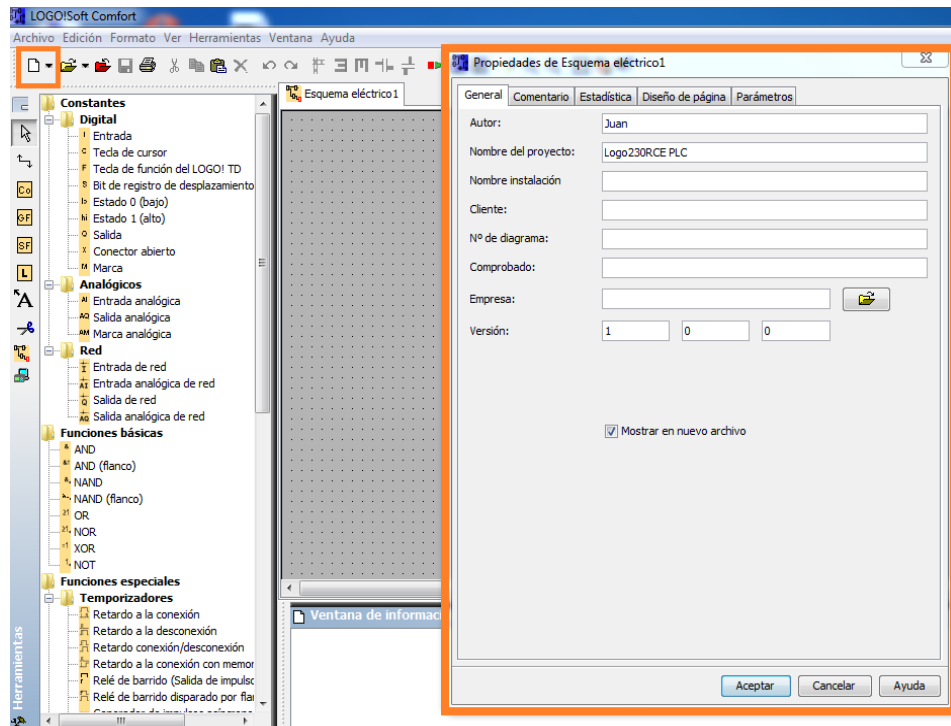

Figura 51: Propiedades del esquema eléctrico.
2. Seleccionar nuevo proyecto y llenar las propiedades del nuevo esquema eléctrico Figura 51.